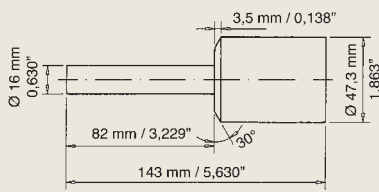
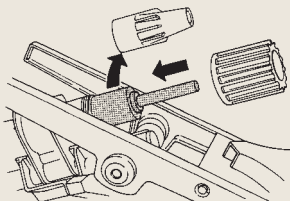

Fig. 1
Fig. 2
- 1) Mount the gauge in place of the nozzle, Fig. 2. The gauge can be tooled according to the dimensions given in Fig. 1.
- 1) An Stelle der Düse die Lehre montieren, Fig. 2. Die Lehre kann an Hand der Skizze Fig. 1, einfach selbst hergestellt werden.
- 1) Montare la dima al posto del boccaglio, Fig. 2. La dima può facilmente essere tornita come da Fig. 1.
- 1) Monter le calibre à la place de la buse, Fig. 2. Le calibre peut être construit selon les dimensions indiquées sur la Fig. 1.
- 1) Monte el calibrador en lugar de la boquilla, Fig. 2. Se puede fabricar el calibrador segundo las dimensiones indicadas en la Fig. 1.
- 1) Monte o calibrador no lugar do bocal (fig. 2). O calibrador pode ser usinado de acordo com as medidas apresentadas na fig. 1.